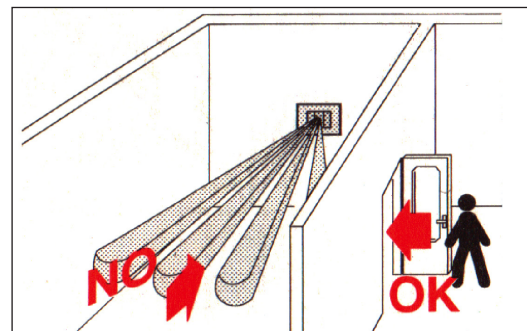

Fig. 2
- E' possibile installare più rilevatori nello stesso ambiente (Fig. 2).
- La massima rilevazione si ha con movimento di attraversamento ortogonale all'asse del rilevatore (Fig. 2).